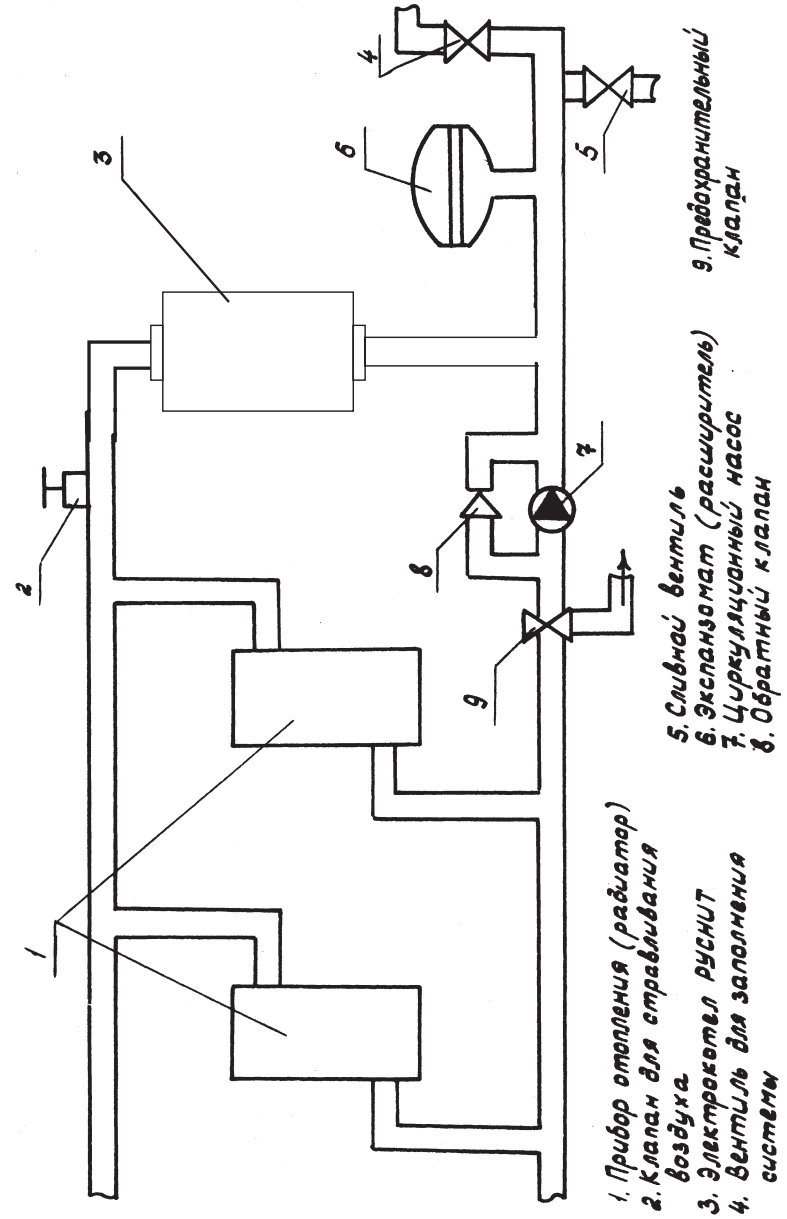

Рис. 2 Рекомендуемая схема подключения отопителя в отопительную систему.
5.2. Отдельного помещения для установки отопителя не требуется. Он крепится на стене в вертикальном положении в местах, удобных и доступных для установки и технического обслуживания. Рекомендуемая схема подключения отопителя в отопительную систему показана на рис.2.